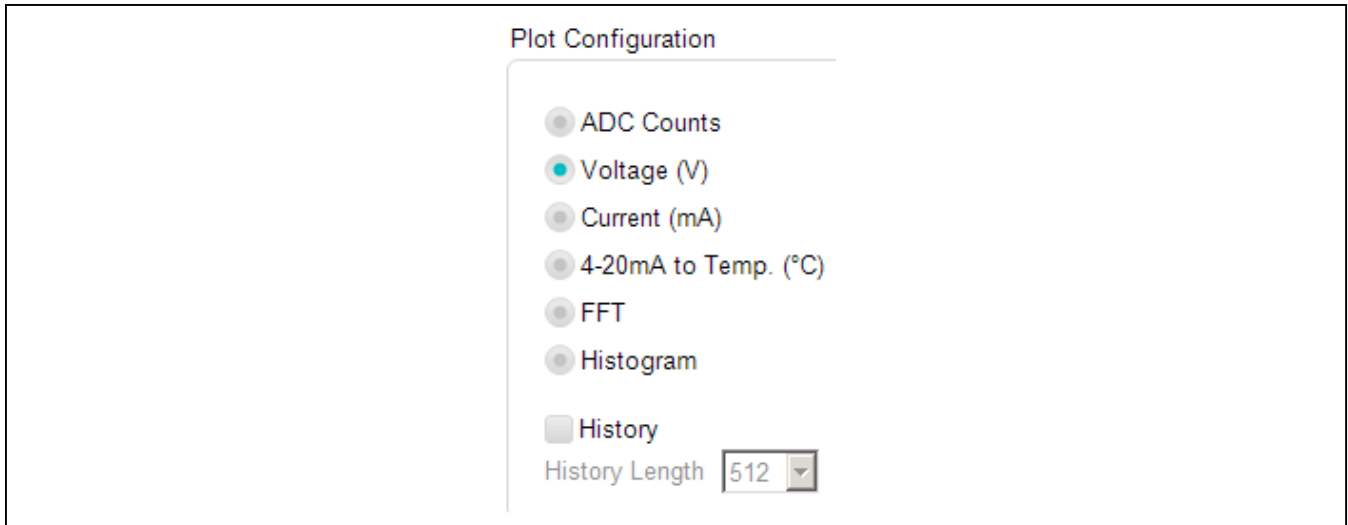

Figure 9a. Plot Configuration Options
- b) **Plot Configuration Options (Figure 9a):**